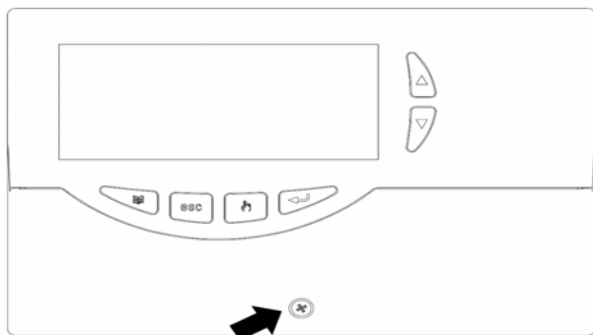

Рис.3
1. Вывинтите винт (см. рис.3) и снимите крышку.